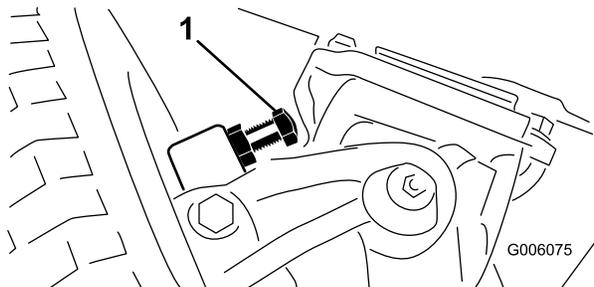

Bild 72
1. Drehen Sie die Schrauben hinein oder heraus, bis der Abstand 2,3 mm beträgt (Bild 72).